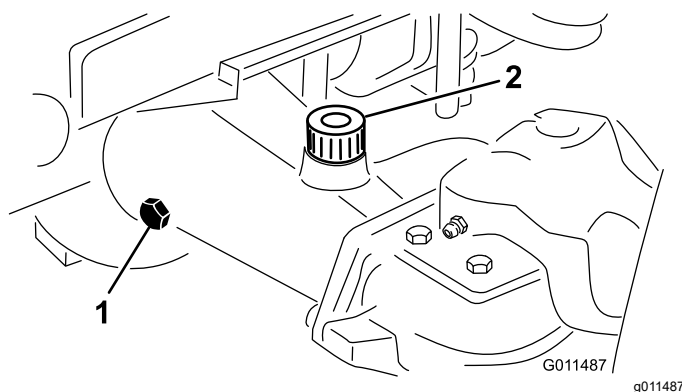

Рисунок 107
2. Снимите контрольную пробку с одного конца моста и убедитесь в том, что масло доходит до низа отверстия (Рисунок 107).